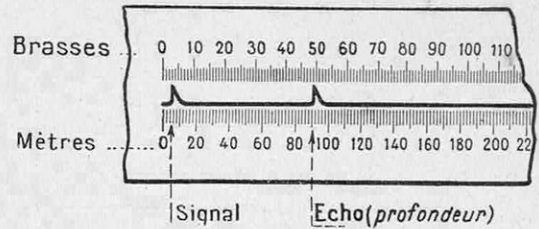

FIG. 10. — COMMENT SE PRÉSENTE L'ÉCHELLE GRADUÉE PENDANT UN SONDAGE
L'observateur voit par suite, sur l'échelle graduée (fig. 10), le point lumineux se déplacer de gauche à droite, tracer une dent correspondant au signal d'émission, puis une dent correspondant à l'écho. Le sondage se répète à chaque seconde (1). La lecture du fond se fait sur l'échelle graduée, directement en profondeurs. Sur la figure 10, le fond est de 90 mètres; on remarquera que la dent d'émission a été réglée pour un tirant d'eau du bateau de 4 mètres.